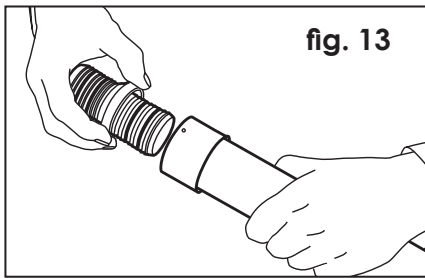

fig. 13
b) Emboîter l'enveloppe métallique sur le tube (l'emboîtement est correct lorsque le tube apparaît dans le trou d'inspection de l'enveloppe métallique du raccord), puis pousser le raccord aussi loin que possible dans le tube (fig. 13).